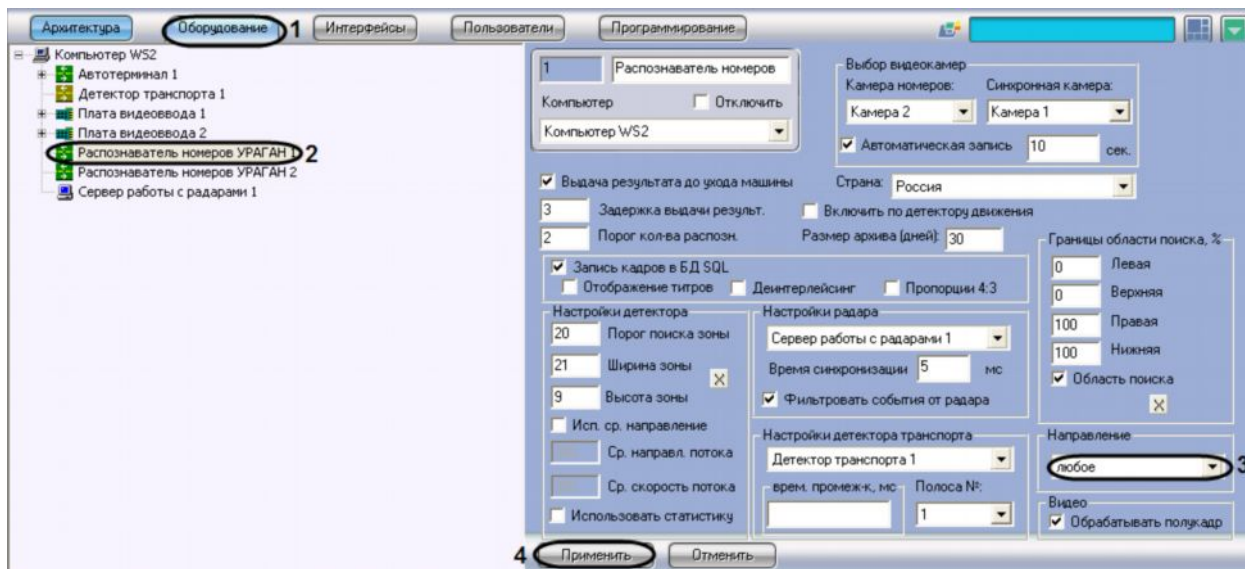

Рис. 7.2.12-1 Выбор направления движения транспорта для распознавания номерных знаков
1. В диалоговом окне «Настройка системы» перейти на вкладку «Оборудование» (см. Рис. 7.2.12-1, 1).
2. В дереве объектов на вкладке «Оборудование» выбрать объект «Распознаватель номеров УРАГАН», соответствующий настраиваемому программному модулю «Ураган» (см. Рис. 7.2.12-1, 2). В правой части вкладки «Оборудование» отобразится панель настройки выбранного объекта.
3. Выбрать из списка направление движения транспорта относительно видеокамеры, в котором требуется вести распознавание номеров (см. Рис. 7.2.12-1, 3).
4. Нажать кнопку «Применить» (см. Рис. 7.2.12-1, 4).